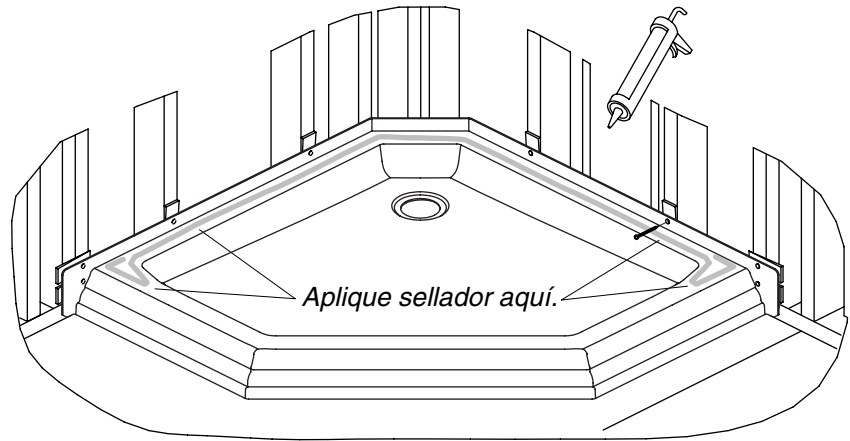

Figura 2
- Acuñe el receptor según sea necesario en cada uno de los postes restantes y termine de clavar el receptor en los orificios taladrados. (Figura 2)
- Fije listones de enrasar a los postes para asegurar que la instalación del panel de yeso esté segura y nivelada. (Figura 2)